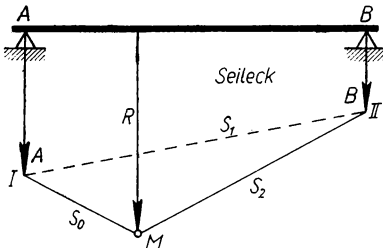

Bild 208
**334.** Ein Balken auf zwei Stützen trägt eine Last  $R$  (Bild 208). Die Auflagerdrücke sollen zeichnerisch ermittelt werden.
**Lösung:** Die Mittelkraft  $R$  muß in die beiden Einzelkräfte  $A$  und  $B$  zerlegt werden. Folglich ist das umgekehrte Verfahren anzuwenden als z. B. in Aufgabe 328, wo zwei Einzelkräfte zur Mittelkraft  $R$  zusammengesetzt wurden. — Man trägt im Kräfteck (Bild 209) die Mittelkraft  $R$  auf, wählt die Lage des Pols  $O$  beliebig und zieht die äußersten Seilstrahlen  $S_0$  und  $S_2$ . Parallel zu diesen im Seileck (Bild 208) durch einen auf der Richtung von  $R$  beliebig angenommenen Punkt  $M$  die Strahlen  $MI \parallel S_0$  und  $MI \parallel S_2$ . Zieht man dann im Seileck die Verbindungslinie  $I-II$  und parallel zu dieser im Kräfteck den Strahl  $S_1$ , so schneidet letzterer auf der Mittelkraft  $R$  (Bild 209) die Größen  $A$  und  $B$  der Auflagerdrücke ab.